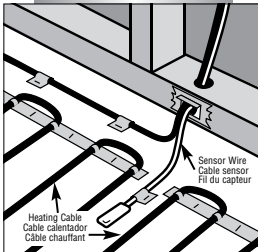

Fig. 2
- Pull sensor wire into ECB and secure to the floor. See Figure 2. The sensor must not cross or overlap any other cable on the floor AND must be embedded in the cementitious based mortar in the same manner as the heating cables.
- Tirer sur le fil du capteur dans le boîtier et le fixer au plancher (voir la figure 2). Le fil ne doit pas croiser ni passer par-dessus un autre fil ou câble sur le plancher ET doit être encastré dans le mortier à base de ciment de la même façon que les câbles chauffants.